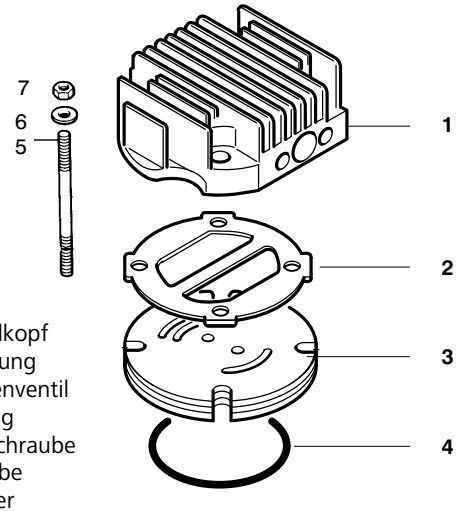

Abb. 28 Ventilkopf 1. Stufe
Das Saug- und Druckventil der 1. Stufe ist ein kombiniertes Plattenventil unter dem Ventilkopf, siehe Abb. 28.
- Vier Mutter (7) und Scheiben (6) vom Ventilkopf entfernen. Ventilkopf abnehmen.
- Dichtung (2) und Plattenventil (3) entfernen.
- Bei Einbau des neuen Ventils auf eingestanztes "S" achten, dieses bezeichnet die Saugventilseite und muß oben sein und außerdem zum Ansaugfilter hin zeigen, wie in Abb. 28 abgebildet. Die doppelten Öffnungen zeigen nach hinten zum Kühlerausgang. Der Steg der Dichtung (2) trennt die Einlaßöffnung von den beiden Auslaßöffnungen des Druckventils.